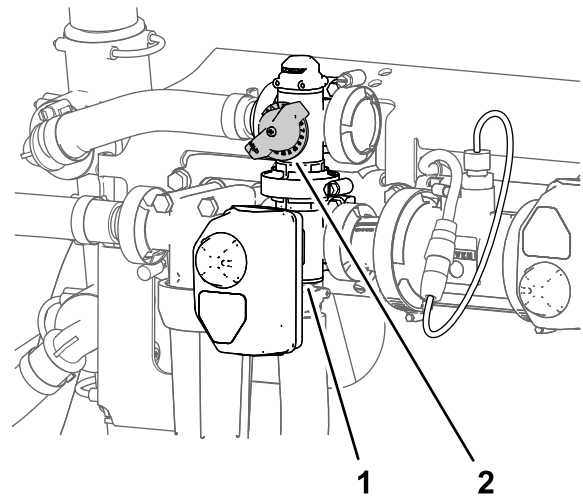

Рисунок 166
2. Отрегулируйте клапан перепуска перемешивания (Рисунок 166) так, чтобы показание давления в системе опрыскивателя стало равно 689 кПа (100 фунтов на кв. дюйм).